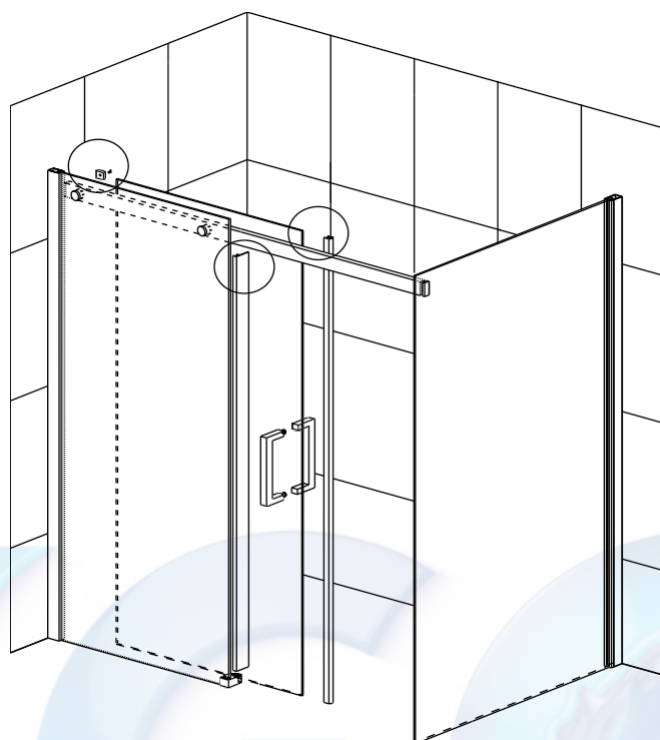

FIG. 11
11) Fixați benzile impermeabile (13) cu ușa de sticlă fixă din față (11) și fixați banda de plastic (17) cu ușa glisantă. Și apoi folosiți șuruburile M4X10 (9) pentru a fixa dispozitivul de fixare din plastic (8) pe șină. După cum se arată în Fig. 11